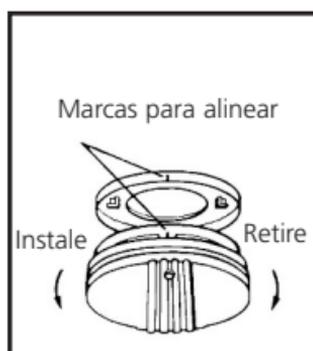

FIGURA 8
6. Se proporcionan marcas para alinear en el borde de la placa de ajuste y en la alarma. Después de instalar la placa de montaje, coloque la alarma en esta placa, con las marcas alineadas. Gire la alarma en la dirección indicada por la flecha «ON» de la cubierta de la alarma (consulte la Figura 8) hasta que se trabe en su lugar.
Si se utilizó el pasador a prueba de manipulación, consulte acerca del PASADOR DE BLOQUEO A PRUEBA DE MANIPULACIÓN en la Sección 3 para obtener instrucciones sobre la remoción. Para reemplazar la batería, quite la alarma de la placa de montaje girándola en la dirección de la flecha "OFF" de la cubierta (consulte la Figura 8).